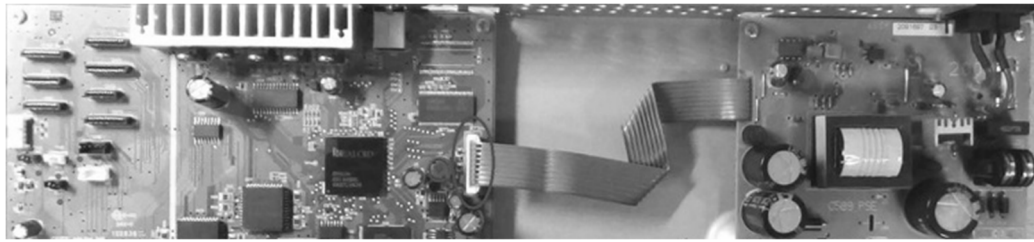

Рисунок 2.10 - Перевірка з'єднання між блоком живлення та материнською платою.
3) Встановіть з'єднання між блоком живлення та материнською платою. Перевірте контакти кабелю живлення (див. рис. 2.10).